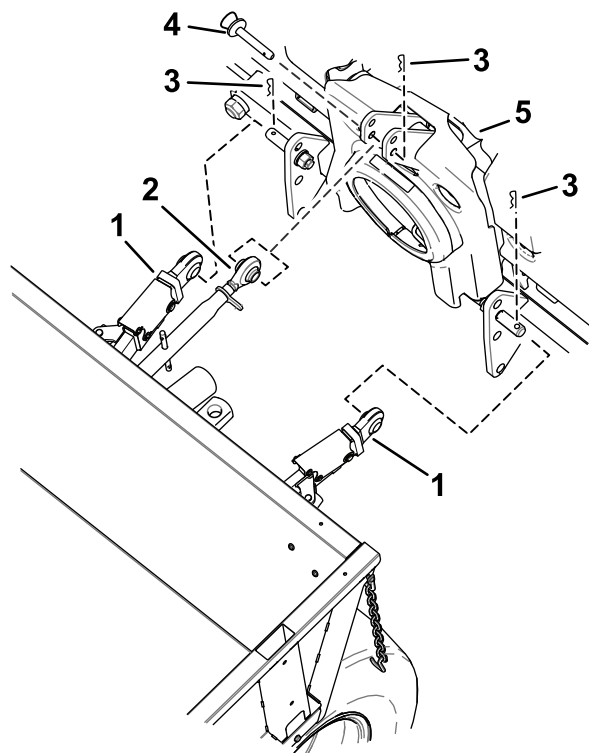

Figura 29
1. Mueva la máquina lentamente hacia atrás y alinee los brazos de tiro con las conexiones inferiores del apero (**Figura 29**).
2. Sujete los brazos de tiro al apero (**Figura 29**).
3. Posicione el brazo superior junto a la conexión superior del apero (**Figura 29**).
4. Sujete el brazo superior al apero (**Figura 29**).
4. Desconecte el brazo superior del apero (Figura 29).
5. Desconecte los brazos de tiro del apero (Figura 29).